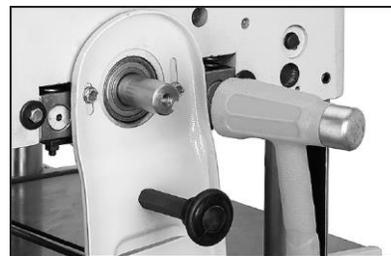

Рис. 26 Отсоединение ножевого вала от бабки станка
20. Попросите помощника удерживать коробку скоростей в устойчивом положении, пока вы, используя резиновый молоток или киянку, отсоединяете ножевой вал от бабки станка, как показано на Рис. 26.